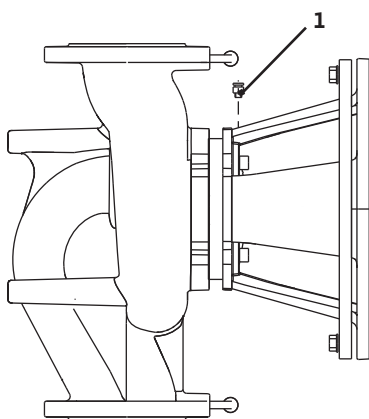

Fig. 35: Válvula de ventilação
- Purgar o ar das bombas após soltar as válvulas de ventilação (fig. 35, pos. 1). Um funcionamento a seco danifica o empanque mecânico da bomba. O sensor da pressão diferencial não deve ser ventilado (perigo de danificação).